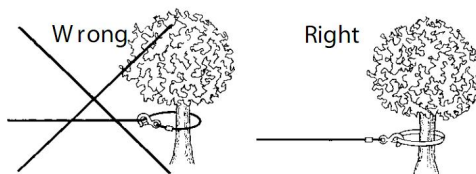

Figure 3
10. **HAKEN SIE DAS DRAHTSEILE NIEMALS WIEDER AN SICH SELBST EIN,** da Sie das Drahtseil beschädigen könnten. Verwenden Sie eine Nylonschlinge (Abbildung 3).